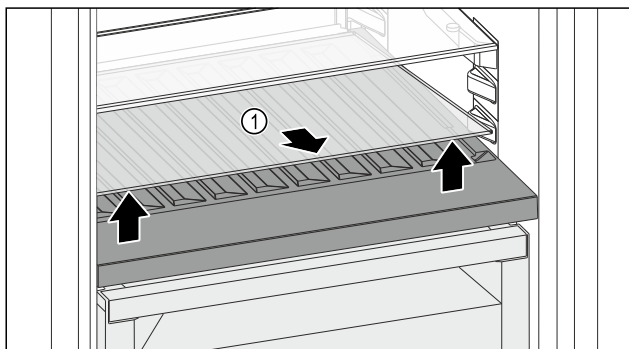

Fig. 98
- Podnieść płytę szklaną Fig. 98 (1) z przodu przy zagłębieniu i wyciągnąć.
- Przechować płytę szklaną Fig. 98 (1) w bezpiecznym miejscu poza urządzeniem.